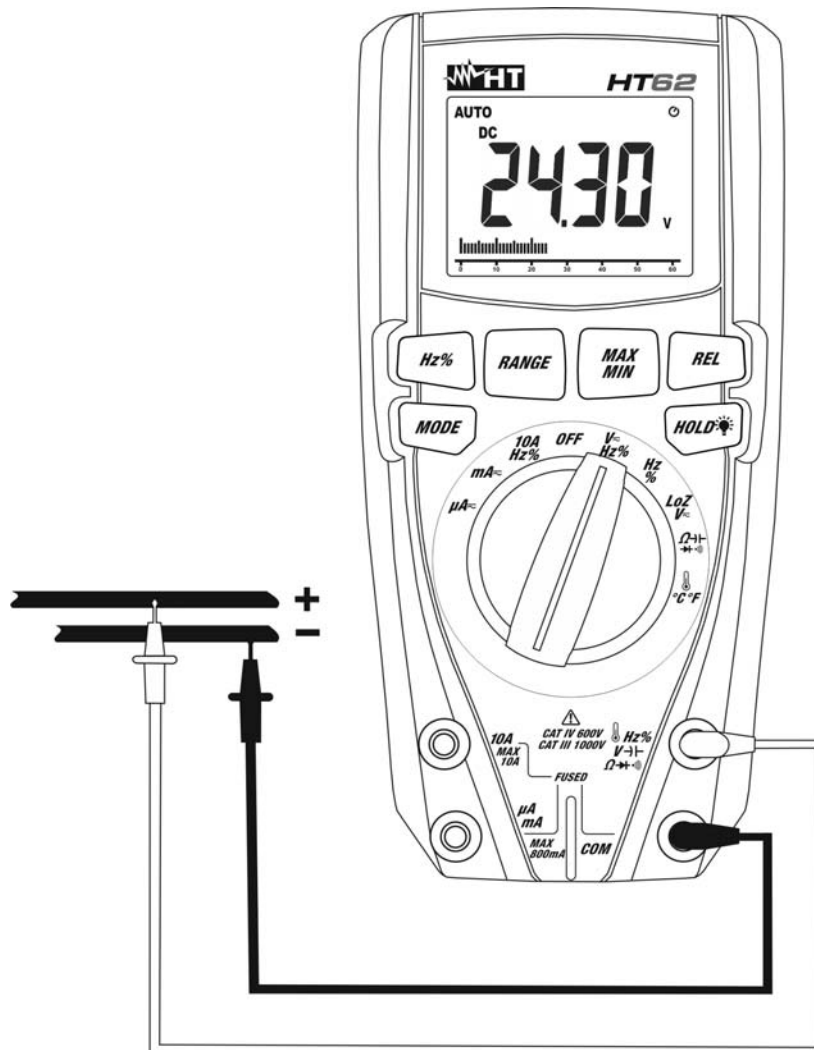

Fig. 2: Mesure de Tension DC
4. Positionner l'embout rouge et l'embout noir respectivement dans les points à potentiel positif et négatif du circuit sous test (voir la Fig. 2). La valeur de tension apparaît à l'écran
6. L'affichage du symbole « - » sur l'écran de l'instrument indique que la tension a une direction opposée par rapport à la connexion de Fig. 2.
4. Positionner l'embout rouge et l'embout noir dans les points du circuit sous test (voir la Fig. 4) pour mesure de tension AC ou respectivement dans les points à potentiel positif et négatif du circuit sous test (voir la Fig. 2) pour mesure de tension DC. La valeur de tension apparaît à l'écran